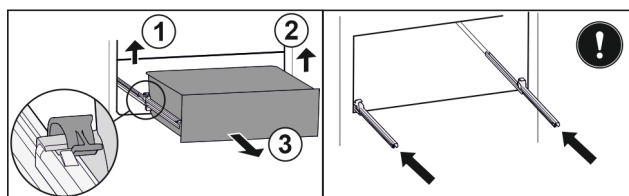

Fig. 92
- ▶ Løft den venstre klemme, og træk samtidigt skuffen i venstre side fremad. Fig. 92 (1)
- ▶ Løft den højre klemme, og træk samtidigt skuffen i højre side fremad. Fig. 92 (2)
- ▶ Tag skuffen ud fremefter. Fig. 92 (3)